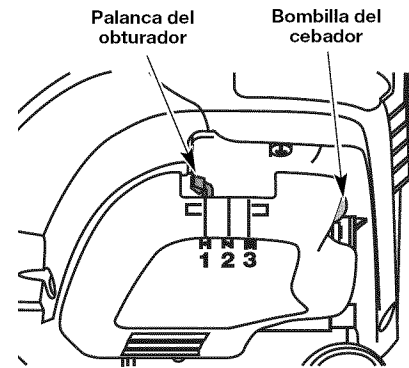

Fig. 6
3. Oprima y suelte completamente la pera del cebador **10** veces, lentamente. Deberá verse alguna cantidad de combustible en la pera del cebador (Fig. 6). Si no se ve combustible en la pera, oprima la pera hasta que se vea el combustible.
4. Coloque la palanca del obturador en la **Posición 1** (Fig. 6).
6. **Continúe oprimiendo el control del regulador.** Coloque la palanca del obturador en la **Posición 2** (Fig. 6).
9. **Continúe oprimiendo el control del regulador.** Coloque la palanca del obturador en la **Posición 3** (Fig. 6).